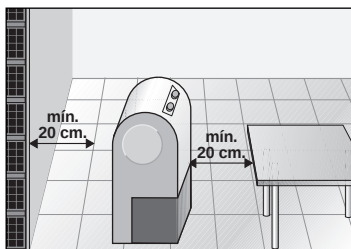

Fig. 4
- ☐ Para assegurar um funcionamento correcto do equipamento é necessário manter umas distâncias mínimas de 20 cm com objectos adjacentes. ver **fig 4**.